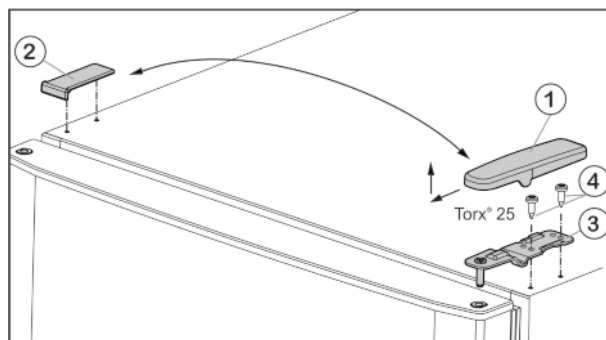
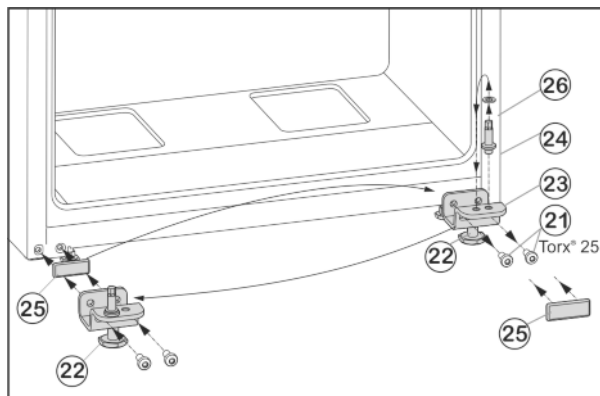

Fig. 4
Fig. 6
- ▶ Потяните крышку Fig. 4 (1) вперед и вверх.
- ▶ Снимите крышку Fig. 4 (2).
- ▶ Открутите верхний опорный кронштейн Fig. 4 (3) (2 шт. Torx® 25) Fig. 4 (4) и вытяните вверх.
- ▶ Открутите крепежные винты Fig. 6 (21).
- ▶ Снимите нижний опорный кронштейн Fig. 6 (23) вместе с опорным пальцем Fig. 6 (24), шайбой Fig. 6 (26) и регулируемой опорой Fig. 6 (22).
- ▶ Открутите опорный палец Fig. 6 (24) вместе с шайбой Fig. 6 (26) и, переставив в отверстие на противоположной стороне опорного кронштейна, снова прикрутите.
- ▶ Аккуратно снимите защитную пластину Fig. 6 (25) и переставьте ее на противоположную сторону.
- ▶ Прикрутите нижний опорный кронштейн Fig. 6 (23) вместе с опорным пальцем Fig. 6 (24), шайбой Fig. 6 (26) и регулируемой опорой Fig. 6 (22) с другой стороны шарнира (с моментом 4 Нм), при необходимости используйте аккумуляторный шуруповерт.
- ▶ Установите нижнюю дверцу сверху на опорный палец Fig. 6 (24).
- ▶ Вставьте средний опорный кронштейн (13) с поворотом на 180° в нижнюю дверцу и прикрутите с помощью крепежных винтов (11) (2 шт. Torx® 25) на новую сторону шарнира (с моментом 4 Нм).
- ▶ Снова установите пластиковую шайбу (10).
- ▶ Установите верхнюю дверцу на средний опорный кронштейн (13).
- ▶ Установите верхний опорный кронштейн Fig. 4 (3) на новой стороне шарнира и защелкните в дверце.
- ▶ Привинтите верхний опорный кронштейн (с моментом 4 Нм) (2 шт. Torx® 25) Fig. 4 (4). При необходимости используйте аккумуляторный шуруповерт.
- ▶ Наденьте и защелкните крышку Fig. 4 (1) на противоположной стороне снаружи.
- ▶ Также наденьте сверху и защелкните крышку Fig. 4 (2) на противоположной стороне.
- ▶ Выверните регулируемую опору Fig. 6 (22) на нижнем опорном кронштейне Fig. 6 (23) до ее соприкосновения с полом.